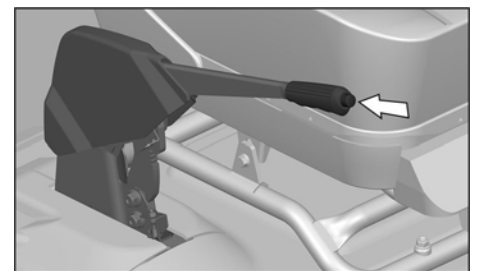

Рис. 5.19. Рычаг стояночного тормоза
**26 – рычаг стояночного тормоза.** Для затормаживания автомобиля необходимо потянуть рычаг (рис. 5.19) вверх; при этом, если включено зажигание, на комбинации приборов загорается прерывистым светом сигнализатор. Для растормаживания необходимо слегка потянуть рычаг вверх, нажать на кнопку фиксатора на торце рукоятки рычага и полностью опустить рычаг в исходное положение. При растормаживании сигнализатор гаснет.